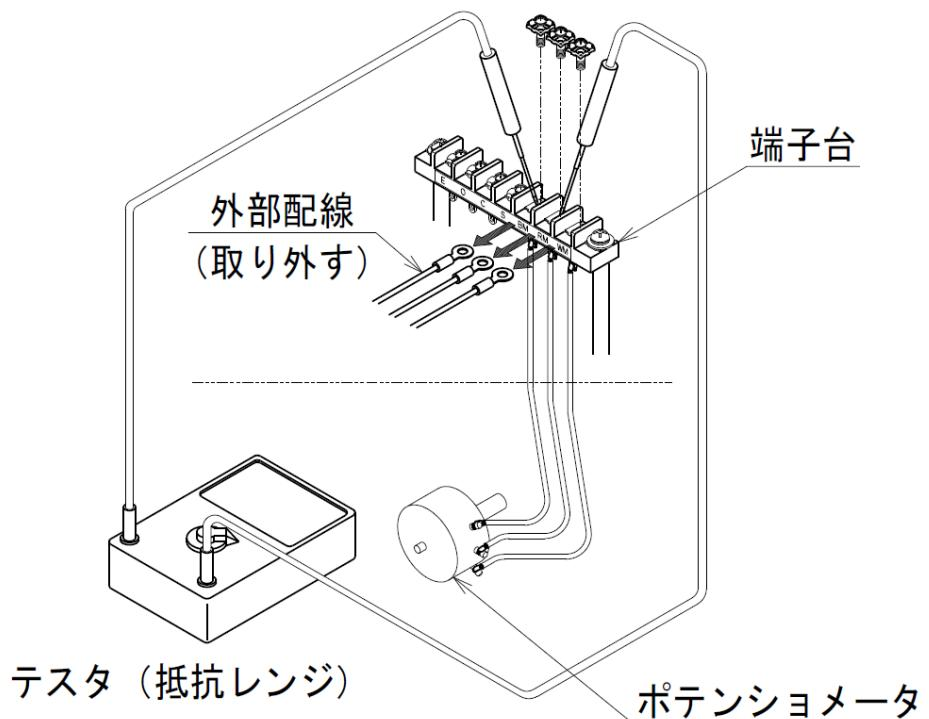

図7：ポテンショメータの点検
## (1) ポテンショメータの点検方法（図7参照）
- ①コントロールモータを電動動作で全閉位置とし電源を遮断します。
- ②端子箱カバーを外し、端子BM, RM, WMに接続されている外部配線を解線します。
- ③端子BM-RM又はRM-WM間にテスタ（抵抗レンジ）をあて、電動又は手動操作にてコントロールモータを閉→開、開→閉に繰り返し動作させます。
- ④動作中にテスターの数値がスムーズに上昇（下降）するか確認します。この時、数値が急激に変化したり、動作量に対し数値が比例して変化しない場合はポテンショメータの異常が考えられます。